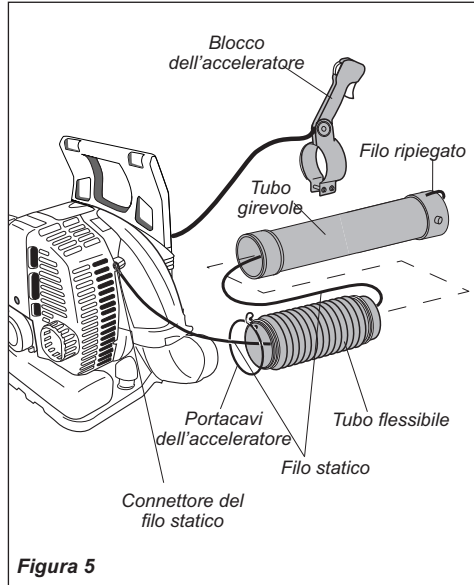

Figura 5
2. Rimuovere il filo statico dall'imballaggio e fissare l'occhiello alla vite del coperchio del motore sul lato destro. Vedere la figura 5.
- Ripiegare l'estremità del filo statico sulla connessione del tubo girevole. Vedere la figura 5.